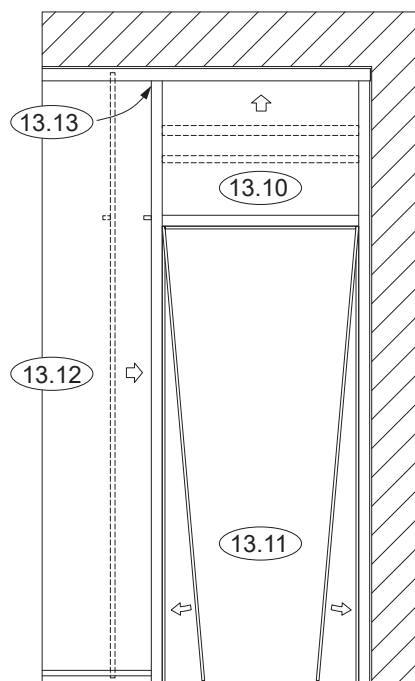

Figura 13.12
13.12. Instale el relleno de cavidad. Consulte la **Figura 13.12**. Asegúrese de que la parte superior del relleno de cavidad quede al ras con la parte superior del montante, de manera que quede un espacio vertical de 1/2" en el receptor para umbral, como se muestra en **Detalle 25A**.